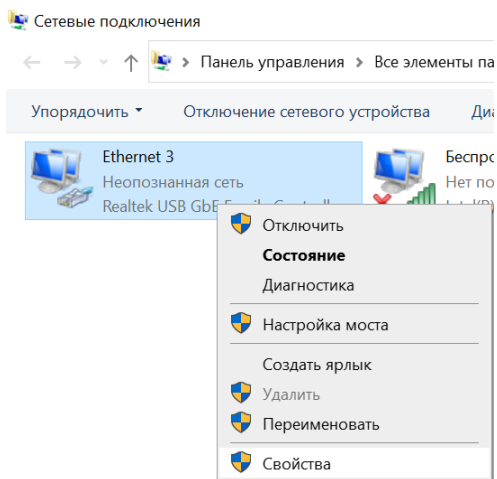

Рисунок 8 – Открытие окна свойств сети
- 3) Открыть свойства сетевого подключения (Рисунок 8);